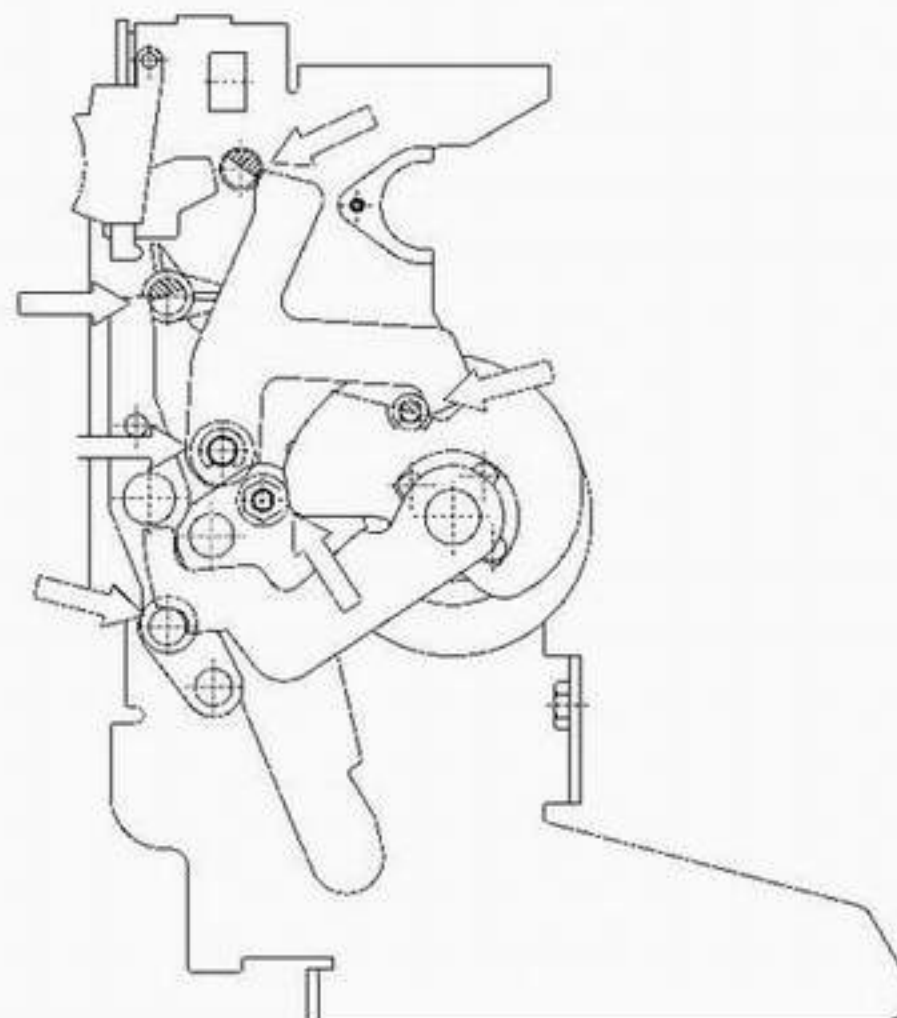

图 34
- 给所有的小轴,分合闸钩块加 5 RX MOLY (OLEOTECNICA) 或类似的润滑油 (图 34)